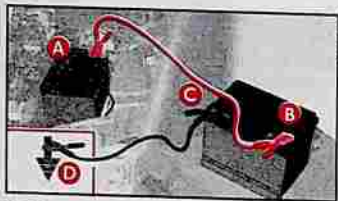

fig. 1
1) Relier les bornes positives **A** et **B**-fig. 1 des deux batteries à l'aide d'un câble prévu à cet effet.